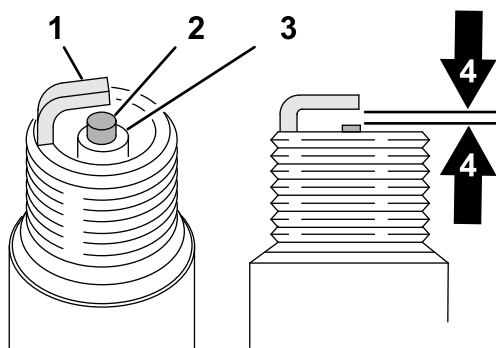

Figure 154
- Examinez le centre des bougies (Figure 154). Si l'isolateur est recouvert d'un léger dépôt gris ou brun, le moteur fonctionne correctement. S'il est couvert d'un dépôt noir, c'est généralement signe que le filtre à air est encrassé.